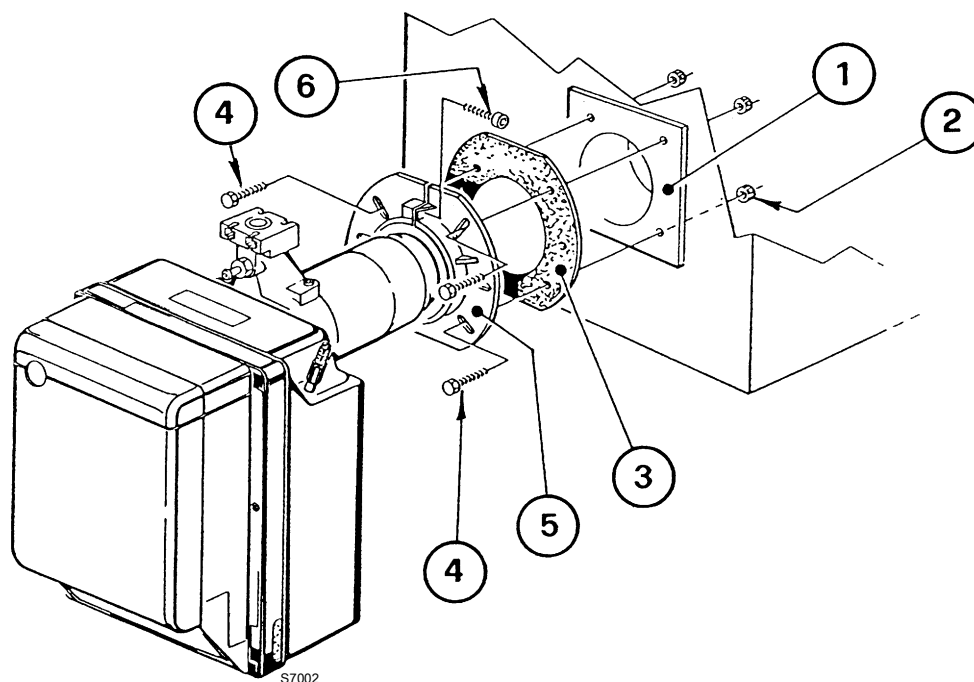

图 11
- 使用螺钉 4）和（必要时）螺母 2）将法兰 5）固定到锅炉 1 的门上）（图 11），之间放上隔热衬垫 3），但上面的两个螺钉 4）之一不要拧紧。